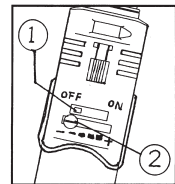

Fig. 2
1. Vrid på/av knappen från vänster (off) till höger (on) för tändning. *Se fig. 2.*
3. Vrid på/av knappen från vänster (off) till höger (on) för tändning. Se fig. 2.